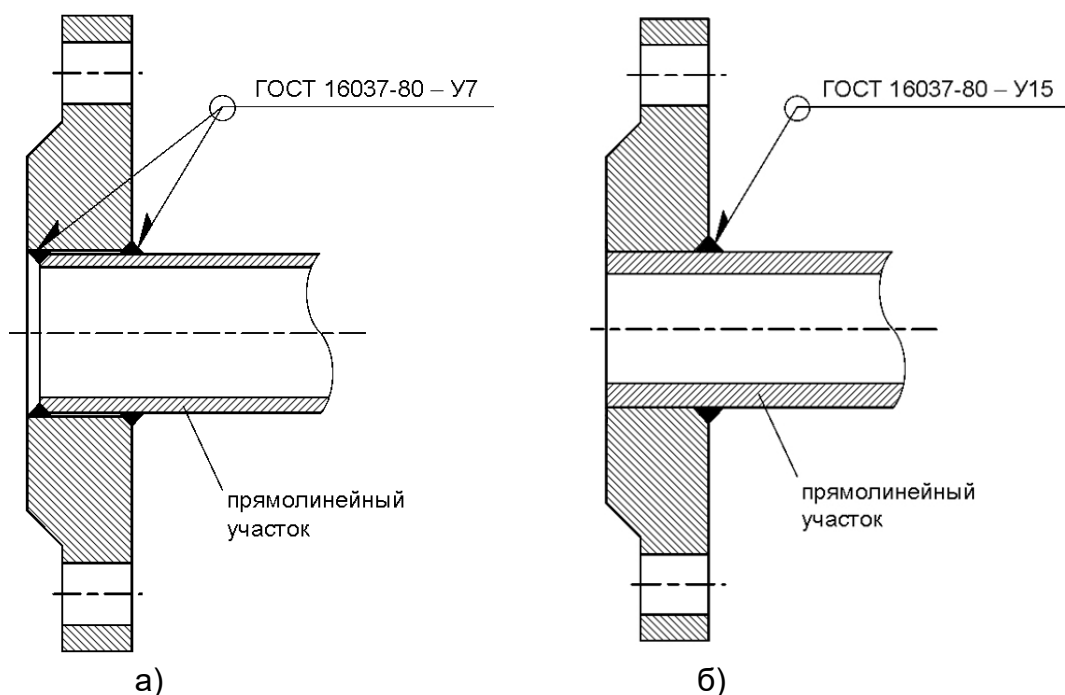

Рис.4. Сварка фланцев с прямыми отрезками трубопровода.
3.3.2.2. При изготовлении сборно-сварной конструкции используются плоские приварные фланцы по ГОСТ 33259 на давление 2,5 МПа. Сварка фланцев с прямыми отрезками труб (рис.4) осуществляется в соответствии с ГОСТ 16037.
При сварке фланца, приведенного на рис.4б, используются трубы сортамента по ГОСТ 8732 только из табл.3.